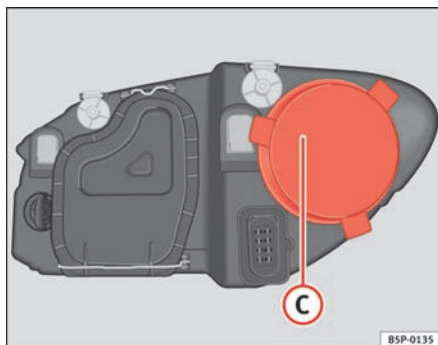

Fig. 189 Fjernlys
- Fjern afdækningen ⇒ fig. 189 C ved at trække i den.